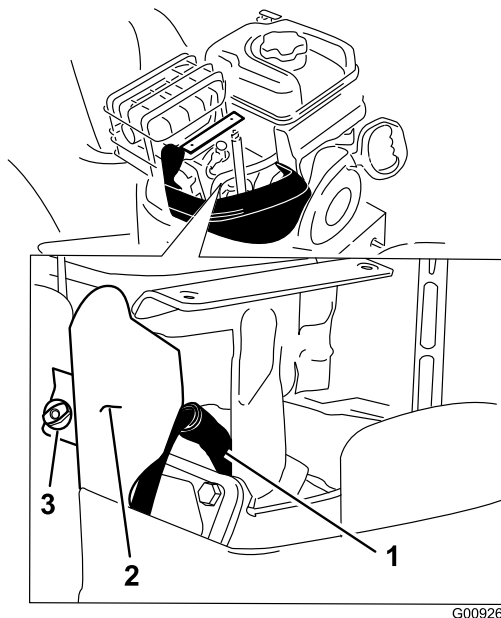

Figure 48
4. Enlevez la vis à oreilles du support et le support (Figure 48).
5. Nettoyez la surface autour de la base de la bougie (Figure 48).